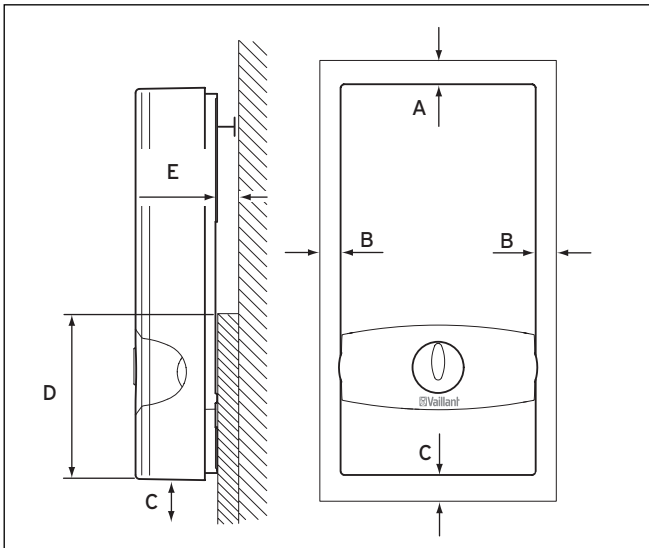

Abb. 4.2 Montagefreiräume
- Setzen Sie das Gerät (2) auf die Halteschraube (1) an der Montageplatte.
- Justieren Sie das Gerät mit der Justierspindel (4).
- Fixieren Sie das Gerät mit Hilfe der Befestigungsschraube (3).
- Richten Sie das Gerät aus (senkrecht und Abstände siehe Abb. 4.2 bis 4.4).